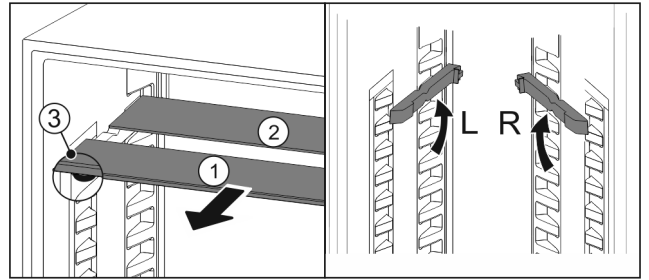

Fig. 57
- ▶ Vytiahnite sklené dosky jednotlivo dopredu Fig. 57 (1).
- ▷ Sklená doska Fig. 57 (1) s ozdobnou lištou leží vpredu.
- ▷ Zarážky Fig. 57 (3) ukazujú nadol.